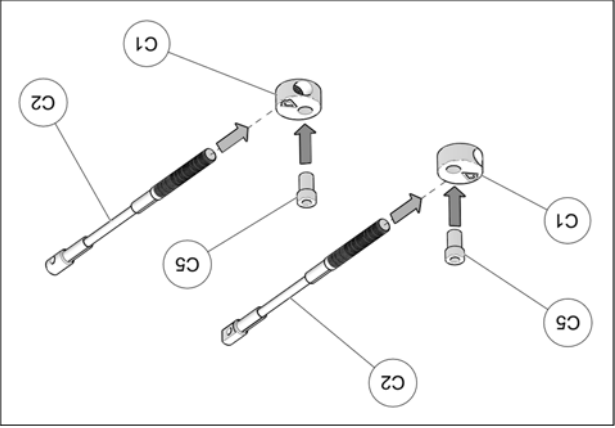

Fig. 17
10. Assembler les câbles des limiteurs de conduite (C2), les extrémités en aluminium (C1) et les bagues espacesurs (C5) tel que montré à la Fig. 17